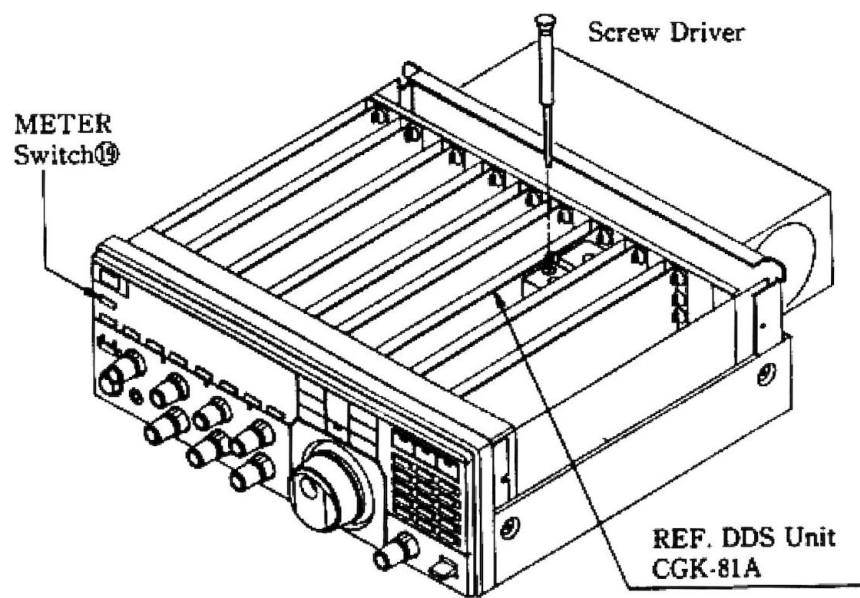

Fig. 7.6 Regolazione dell'oscillatore Standard
- (1) Rimuovere il coperchio superiore secondo 7.3 "Rimozione dei coperchi"
- (2) Non scollegare il cavo dell'altoparlante interno. Se è richiesta la disconnessione, collegare un altoparlante esterno alla presa SP (529) sul pannello posteriore.
- (3) Accendere l'interruttore POWER (1) e ricevere la stazione a frequenza standard (WWV, etc.) in modalità CW in ricezione sintonizzare fino a 10 Hz.
- (4) Tenendo premuto il l'interruttore METER(19) regolare il trimmer sull'unità REF-DDS CGK-MA-81A come mostrato in Fig. 7.6 cifra fino a 10 Hz.
- (5) Spegnere l'interruttore POWER (1) e rimontare il coperchio superiore.